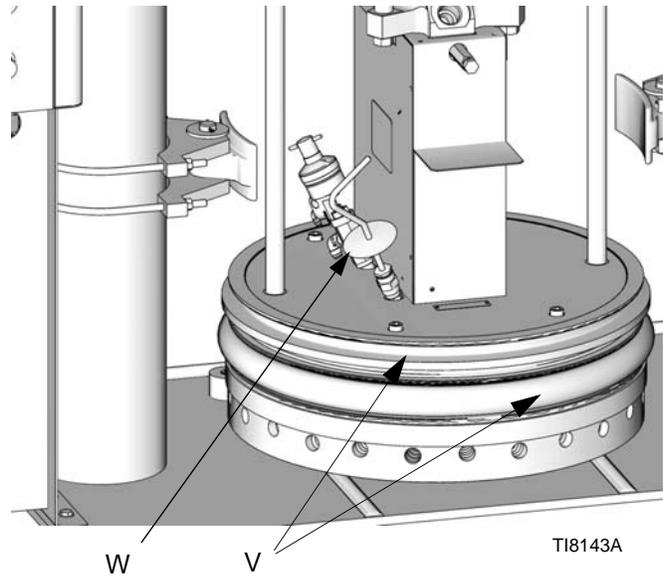

Fig. 20: Plato
5. Aplique una capa fina de lubricante de grasas de alta temperatura (ref. pieza 115982) a los sellos del bidón con platos (V). Vea FIG. 20.
9. Retire la manija de purga del plato (W). Vea FIG. 20.
12. Después de sellar los platos (V) coloque el bidón de material, ajuste el regulador de aire ABAJO del 'ram' (P) a 30-50 psi (207-345 kPa, 2,1-3,4 bar). Vea FIG. 19 y FIG. 20.
13. Cuando el "ram" se detenga, vuelva a introducir la manija de purga del plato (W) y apriétela a mano. Vea FIG. 20.